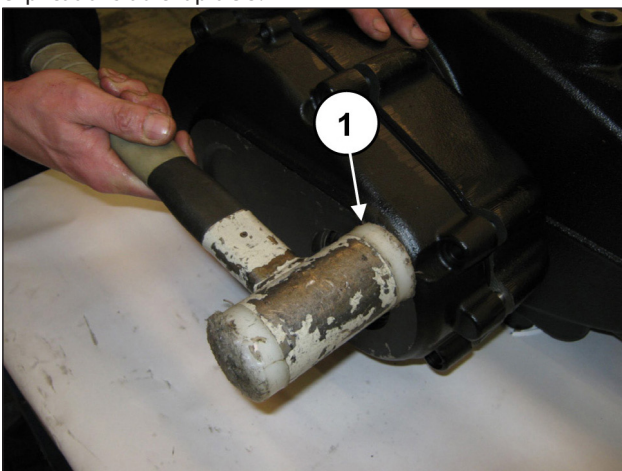
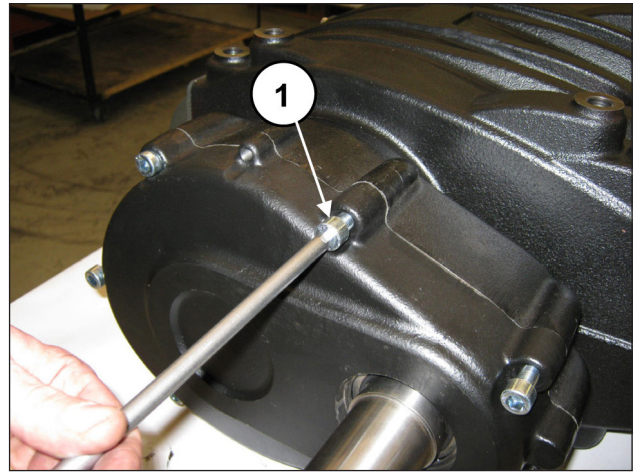

Fig. 87
Fig. 88
Monter le couvercle du réducteur à l'aide d'un outil à inertie (rep. ①, Fig. 87) et le fixer à l'aide de 7 vis M10x40 (rep. ①, Fig. 88). S'assurer d'accoupler correctement les deux éléments du coussinet 40x90x23. Serrer les vis à l'aide d'une clé dynamométrique, en suivant les explications du chapitre 3.